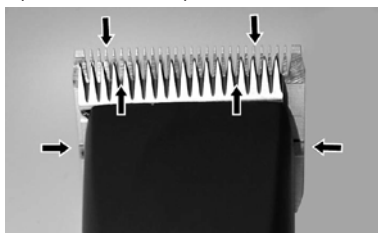

Abb. 22
Für ein gutes Scherergebnis und zur Erhöhung der Lebensdauer der Schermaschine und des Scherkopfes ist eine dünne Ölschicht zwischen dem Ober- und Untermesser unumgänglich (Abb. 22).
- ▶ Schermesser während der Schur ausreichend ölen (mindestens alle 15 Minuten), damit sie nicht trocken laufen (Abb. 22).
Die Messer müssen vor, während und nach jedem Gebrauch geölt werden. Wenn die Messer der Schermaschine Streifen hinterlassen oder sich verlangsamen, ist dies ein sicheres Zeichen, dass Sie Öl benötigen. Einige Tropfen Öl vorne und seitlich auf die Schermesser auftragen (siehe Pfeile Abb. 22). Überschüssiges Öl mit einem weichen, trockenen Tuch abwischen. Schmier-sprays enthalten nicht genug Öl für eine gute Schmierung, eignen sich jedoch zur Kühlung der Schermesser. Beschädigte oder gekerbte Messer sofort auswechseln um Verletzungen zu verhindern.